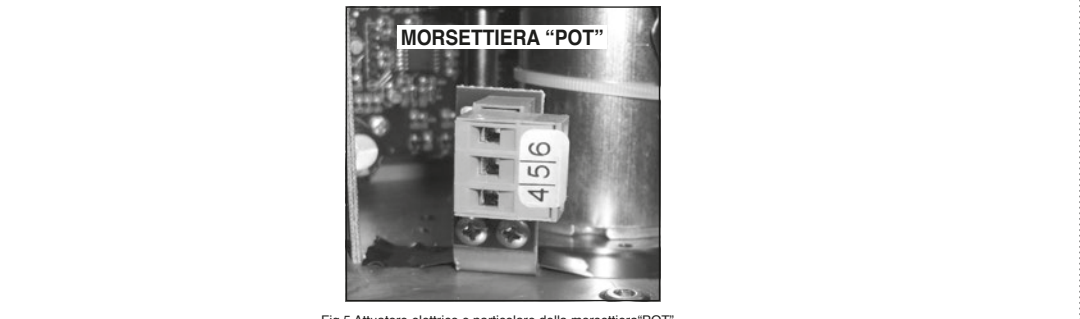

Fig.5 Attuatore elettrico e particolare della morsetteria "POT"
**6.3 Collegamento elettrico versione con potenziometro (opzionale) (Fig.5)**
Nella versione con potenziometro è disponibile una morsetteria "POT" (Fig.5) da cablare secondo lo schema elettrico (paragrafo 10.0) per poter utilizzare l'informazione resistiva sulla posizione dell'attuatore. Quando l'attuatore si trova a 45°, il valore di resistenza del potenziometro è di 2,5KΩ.